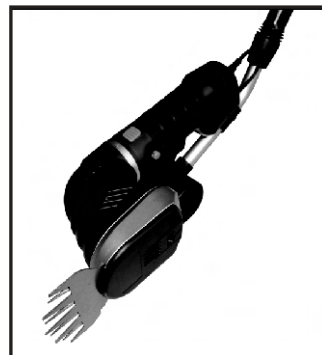

Fig. 13
2. Réglages du mode de coupe (cisaille à gazon uniquement) (Fig. 13)
- 1) Tournez la tête de coupe de 90° ou -90° pour placer l'outil dans mode de coupe verticale. (Fig. 13)
- 2) Branchez le connecteur de la poignée de (10) dans l'entrée du câble de connexion de la poignée (l'orifice supérieur) (21).